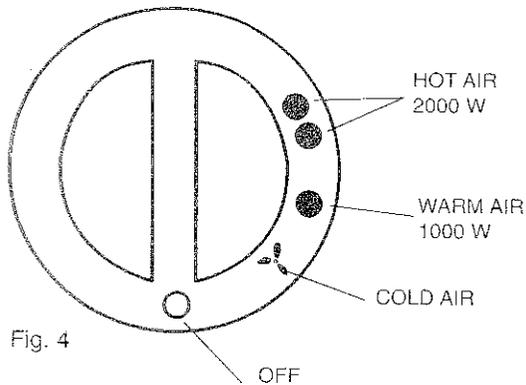

Fig. 4
- Réglez le commutateur (fig. 4) sur la position arrêt.